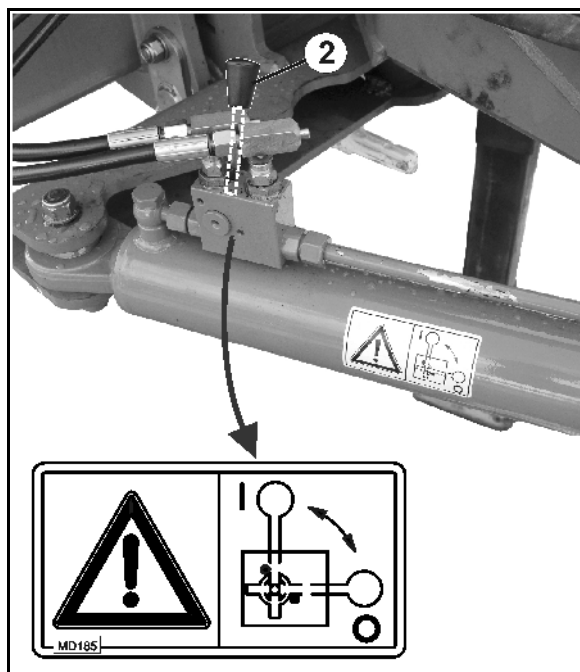

Fig. 61
1. Anbring styrestangen i centerstilling (styrestangen (Fig. 61/1) flugter med redskabet).
4. Fastgør styrestangen ved at lukke kuglehanen (Fig. 61/2) i positionen 0.